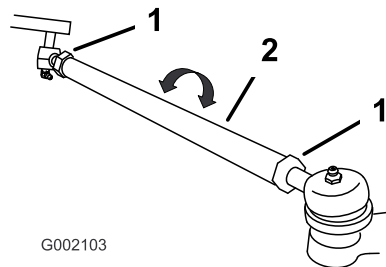

Figura 12
- Se os resultados da medição não estiverem dentro dos valores estabelecidos (consulte previamente as dimensões e os parâmetros), desaperte as porcas em ambas as extremidades das barras (Figura 12).